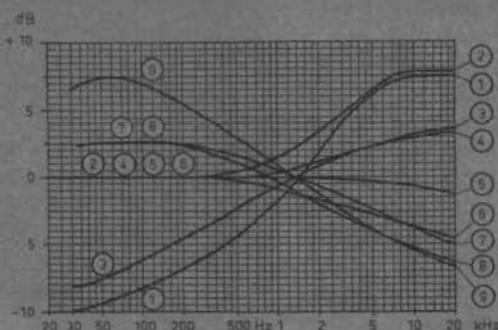

Fig 7. Med tonbalanskontrollen i Lund 1001-förförstärkaren från 1950-talet kunde dessa nio olika frekvenskurvor erhållas.
Det kan i sammanhanget ha sitt särskilda intresse att jämföra förf:s i Tyskland patenterade tonkontrollanordning med den principiellt likartade som *Stig Carlsson* på 1950-talet konstruerat för *Lund 1001*, den ursprungliga »kolboxens» förförstärkare; se *fig* och schemadetaljer (6). Förförstärkaren, sedan länge borta från marknaden, saknade separata bas- och diskantkontroller. Den anordning för bas- och diskantnivåinställning som här ersatte det gängse nätet kallades *tonbalanskontroll*. Den var inte steglöst omkopplingsbar utan hade nio lägen, dvs fasta steg uppdelade på fyra plus fyra jämte ett »rakt» — i mittläge erhöles då RIAA-korrektionskurvan vid markeringen »phono» hos ingångskopplaren. Vid inställning av de övriga lägena hos tonbalanskontrollen uppstod frekvenskurvor med förlopp enligt *fig 7*. Dessa markerar resp bas- och diskantnivåsänkningar inom frekvensband om 2,5–3 dB bredd. De erhållna nivåförändringarna avsågs överensstämma med de avvikelser från RIAA-kurvan som vissa tidigare inspelningskurvor uppvisade. Tonbalanskontrollens första medursläge från mittposition gav sålunda en diskantsänkning om 2,5 dB, och detta var nästan identiskt med den äldre NAB-kurvan. Medursläget som följde därpå gav med bibehållen diskantnivåsänkning ett baslyft om ca 2,5 dB osv.